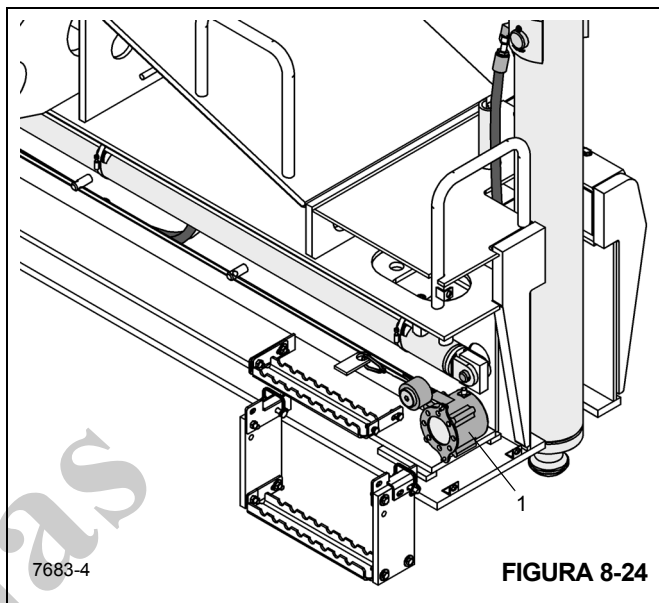

FIGURA 8-24
3. Remova o conector do potenciômetro de filamento do OMS (Figura 8-24) do ponto de fixação na viga do estabilizador.
2. Instale o potenciômetro de filamento do OMS o suficiente para encaixar no furo ranhurado com as peças de montagem superiores (Figura 8-24).